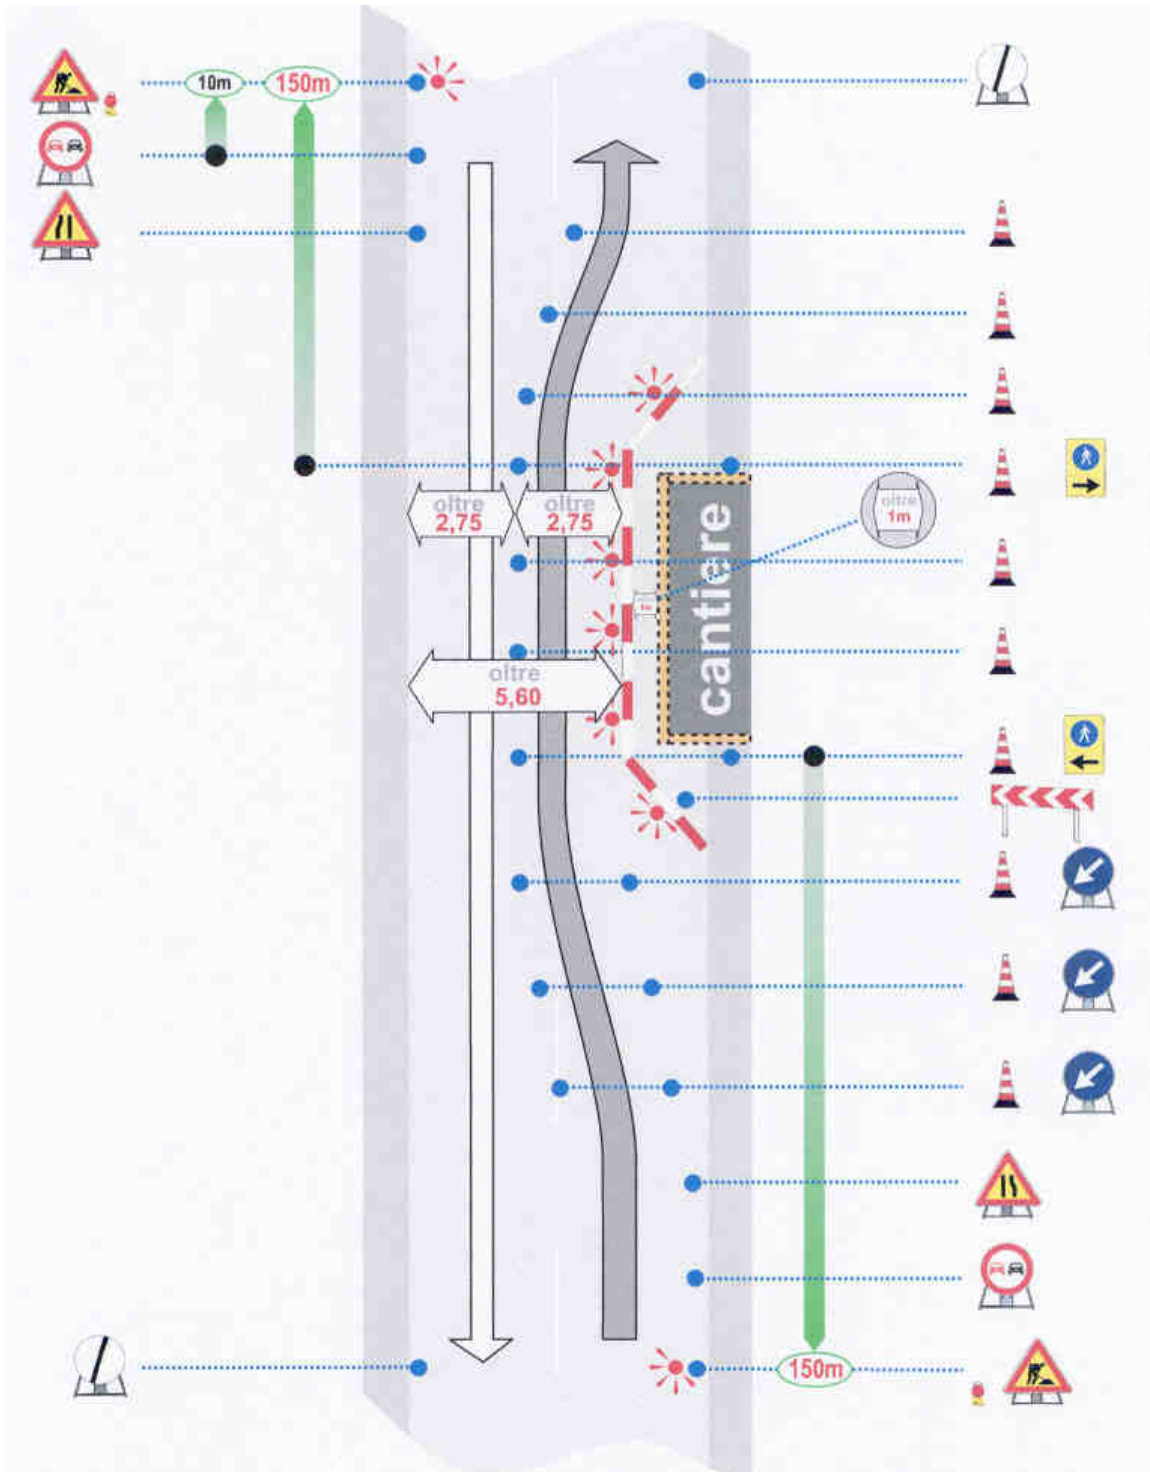

Figura 6b – Carreggiata libera maggiore di 5,60 m e larghezza corsia libera dai lavori maggiore di 2,75 m con passaggi protetti per pedoni. Figura operativa.
- Figura 6b Carreggiata libera maggiore di 5,60 m e larghezza corsia libera dai lavori maggiore di 2,75 m con passaggi protetti per pedoni. Figura operativa.